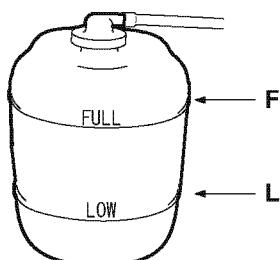

Figure 7
2. Rabboccare il liquido refrigerante nel serbatoio di recupero per mantenere il livello tra i limiti massimo e minimo indicati (**Figure 7**).